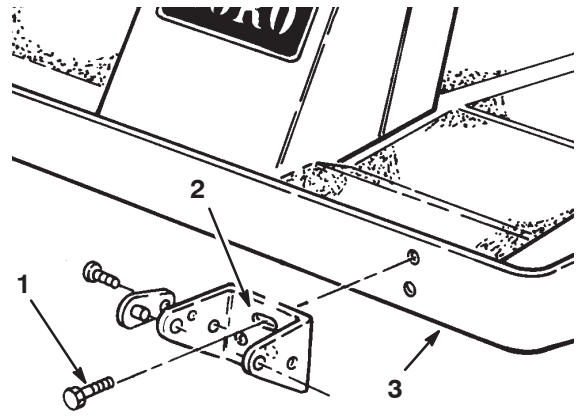

Bild 10
4. Stecken Sie zwei Bundkopfschrauben (3/8 x 1 Zoll) durch die geschlitzten Halterungslöcher, um die Befestigungshalterungen zu installieren. Drehen Sie die Schrauben in die arretierten Rahmenmuttern und ziehen Sie sie mit 61–68 Nm an (Bild 10).